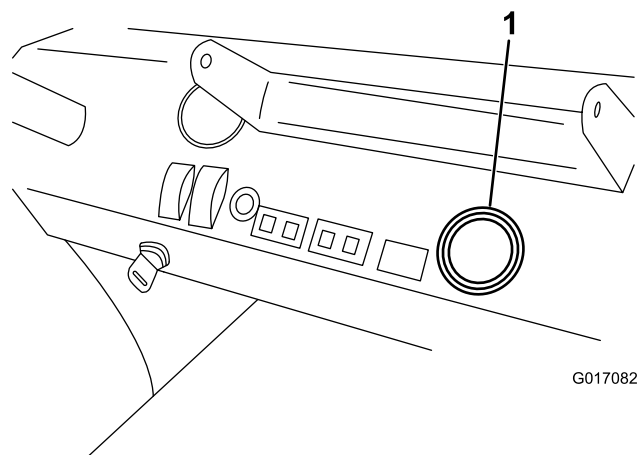

Bild 1
2. Bauen Sie den Tacho im Armaturenbrett des Fahrzeugs ein, wie in (Bild 1) dargestellt.